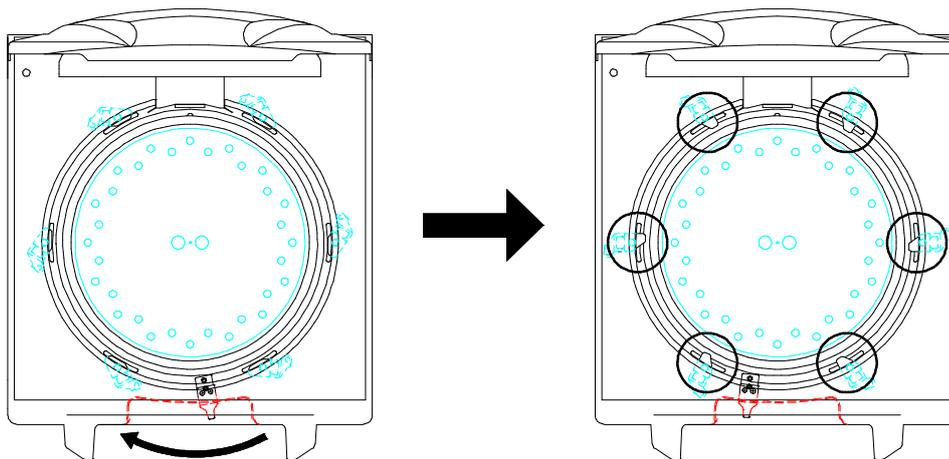

図1 CLG-40M/40L クランプ 6個
④ クランプの動作確認
2. 「OPEN」方向にフタロックレバーをゆっくりスライドさせたとき、全てのクランプが図1・2のようにロック位置に回転することを確認してください。クランプがロック位置にあれば、シリコン皿の穴からクランプが見えます。